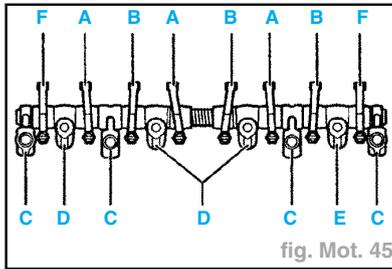

fig. Mot. 45
**DISPOSITION DES CULBUTEURS ET DES PALIERS D'AXE DE CULBUTEURS (fig. Mot. 45)**
1 : Axe de culbuteurs - 2 : Segment d'arrêt - 3 : Palier d'axe de culbuteurs (Pour boulon de culasse M11 - Tenir compte des différentes versions (fig. Mot. 45)) - 4 : Rondelle élastique - 5 : Culbuteur (Tenir compte des différentes versions (fig. Mot. 45)) - 6 : Vis de réglage (Réglage de base du rattrapage hydraulique du jeu des soupapes) - 7 : Contre-écrou (13 N.m) - 8 : Palier d'axe de culbuteurs (Pour boulon M8) - 9 : Bague de serrage - 10 : Palier d'axe de culbuteurs (Pour boulon M8 - Avec alésage d'huile - Ne pas intervertir) - 11 : Ressort